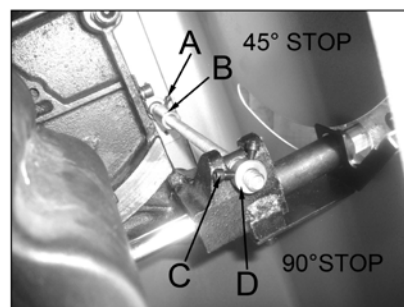

Рис. 26
4. Если пильный диск расположен не на 90 градусов, ослабьте крепление (С, Рис. 26) и поверните стопорное кольцо (D, Рис. 26) внутрь или наружу. Стопорное кольцо (D, Рис. 26) должно прилегать к переднему кронштейну цапфы, когда диск находится под 90 градусов к столу. Проверьте и снова отрегулируйте при необходимости. Затяните крепление (С, Рис. 26).
5. Если упор на 45 градусов не установлен должным образом, поверните тот же маховик по часовой стрелке до конца и повторите ту же процедуру, используя крепление (А, Рис. 26) и стопорное кольцо (В, Рис. 26). Стопорное кольцо (В, Рис. 26) должно остановиться напротив переднего кронштейна цапфы, когда диск наклонен на 45 градусов к столу. Проверьте и при необходимости повторите настройку. Затяните крепление (А, Рис. 26).